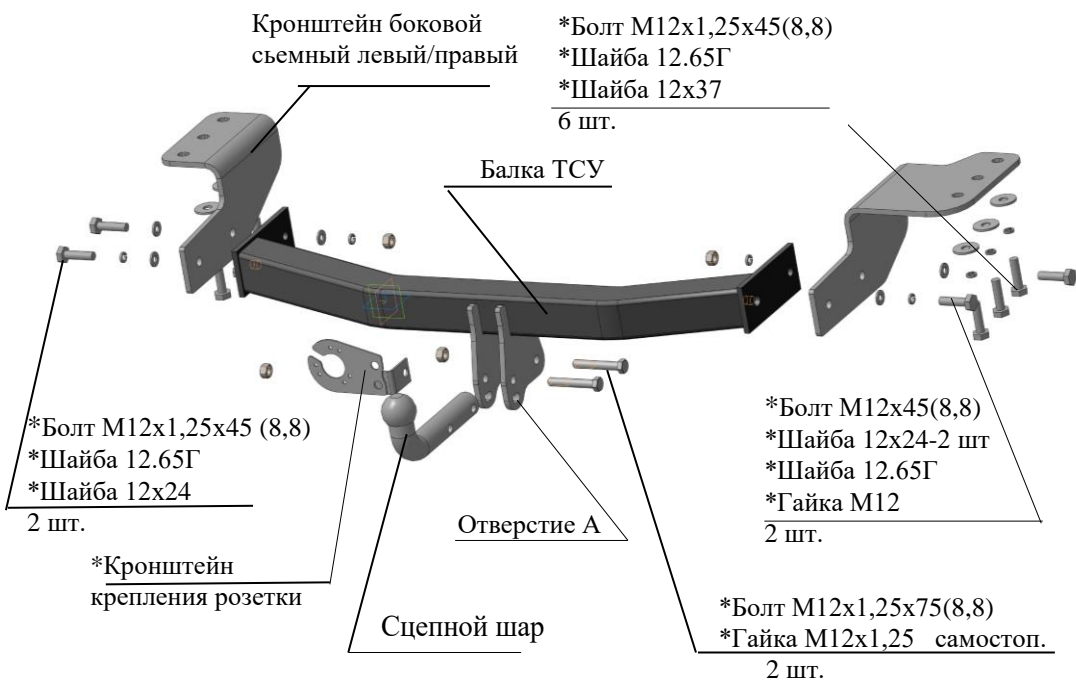

Рис.1 Тягово-сцепное устройство ТСУ 7870.
2.1 ТСУ 7870 в сборе (рис.1)	1 шт.
2.2 Пакет с комплектующими (см. рис.1)	1 шт.
4.2 Закрепить левый и правый боковые съемные кронштейны (соответственно рис.1) к нижним полкам лонжеронов а/м болтами М12х1.25х45 (используя гайки приварные штатные), под головки болтов подложить шайбы 12.65Г и 12х37. Крепеж не затягивать.